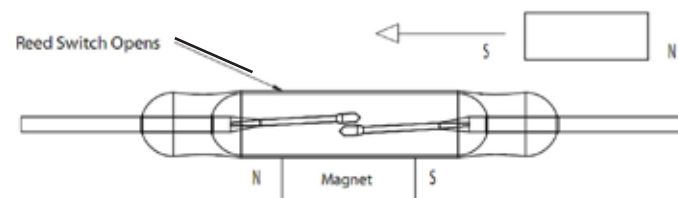

Abbildung 6. Der Form A Reed Schalter (NC) öffnet sich bei Vorliegen eines kompensierenden Magnetfelds entgegengesetzter Polarität.
**In dieser Phase** spielt die Polarität des Magneten keine Rolle. Um die Kontakte jedoch zu öffnen, muss ein Permanentmagnet in die Nähe des Vormagneten mit einer entgegengesetzten Polarität und einer ausreichenden Magnetstärke gebracht werden, die dem Vormagneten entspricht oder stärker ist als dieser, um die Kontakte zu öffnen (siehe Abbildung 6).